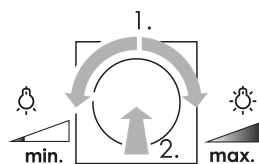

Imagen 2: Encendido con luminosidad mínima o máxima
- Girar el botón de ajuste un cuarto de vuelta, pulsar a continuación brevemente el botón de ajuste: la luz se enciende con la luminosidad mínima o máxima (Imagen 2).